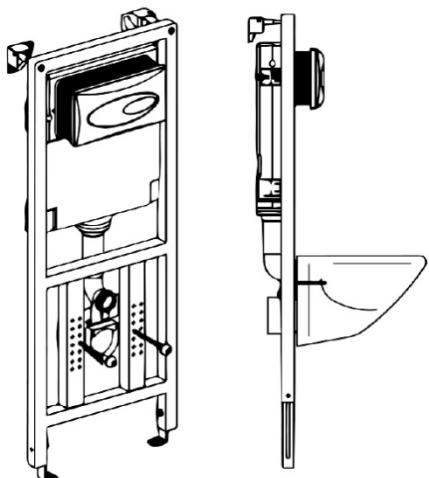

рис. 2
2. Произведите монтаж скрытой инсталляции (рис.2) в стене согласно ее инструкции по установке.